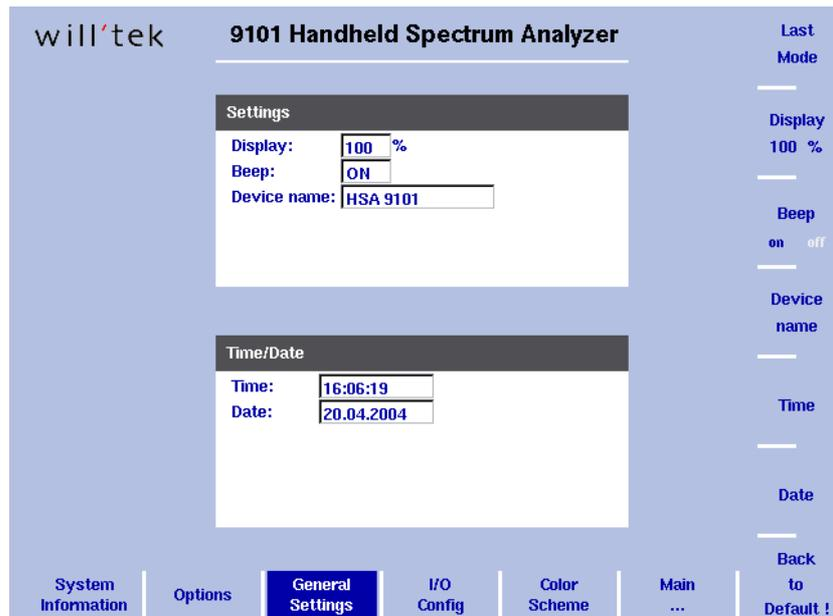

Figura 8 Menú de parámetros generales
- 2 Seleccione System > **General Settings**. Aparecerá la pantalla de parámetros generales (vea Figura 8), mostrando el nivel de retroiluminación actual de la pantalla en forma de porcentaje.